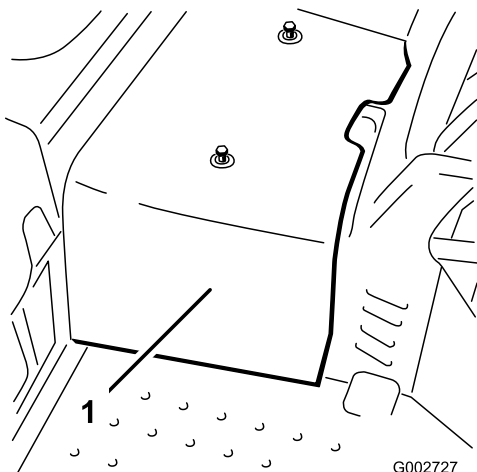

図 33
2. センターシュラウドを機体に止め付けているネジ2本を外してシュラウドを機体から取り外す(図 33)。